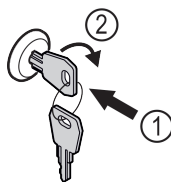

Fig. 180 Przykładowa prezentacja
- Włożyć kluczyk Fig. 180 (1).
- Przekręcić kluczyk o 90° w prawo Fig. 180 (2).